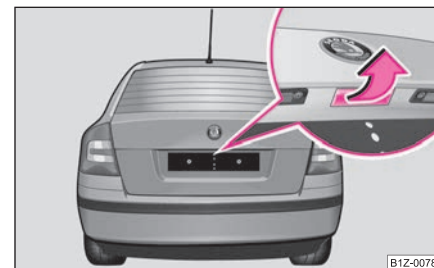

**Fig. 29 Asidero de la
Al abrir y cerrar, mediante el cierre centralizado, **todas** las puertas y la tapa del depósito de combustible* se desbloquean o bloquean conjuntamente. Al abrir se desbloquea la tapa del maletero. Ella se puede abrir presionando el asidero encima de la placa de matrícula ⇒ página 41, fig. 29.
- Presione el asidero ⇒ fig. 29 y levante al mismo tiempo la tapa del maletero. ►